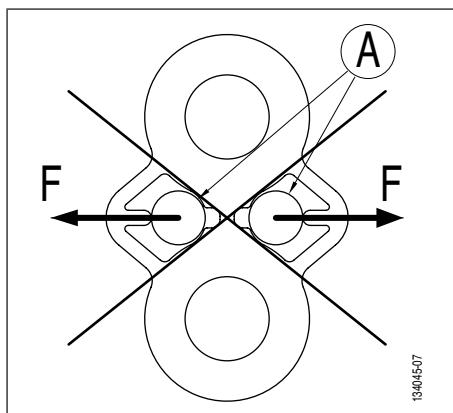

Abb. 5
! GEFAHR: Es ist streng verboten, die Schäkelbolzen an den Halteamen (Abb. 5, Seite 19) anzuschlagen.
2. Sicherstellen, dass die Bruchlast-Testplatte TA ordnungsgemäß angeschlagen ist (Abb. 2, Seite 18 und Abb. 5, Seite 19).